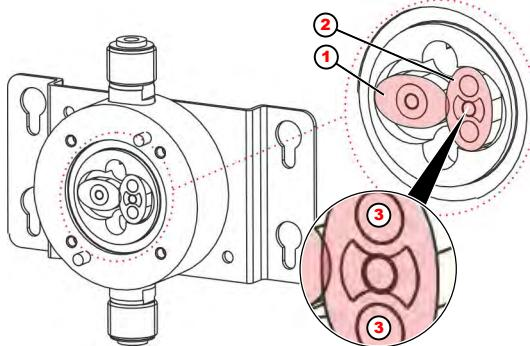

Fig. 22 : Sélectionner [Compteur à roues ovales]
Les roues ovales doivent être posées de telle sorte qu'elles soient décalées exactement de 90° l'une par rapport à l'autre (Fig. 22 , point 1 + point 2) .
1. ➤ Après le nettoyage / remplacement, installer les roues ovales décalées de 90° l'une par rapport à l'autre (Fig. 22 , point 1 + point 2) .
La roue ovale munie d'aimants soudés (Fig. 22 , point 2) doit être placée sous le capteur dans le couvercle.